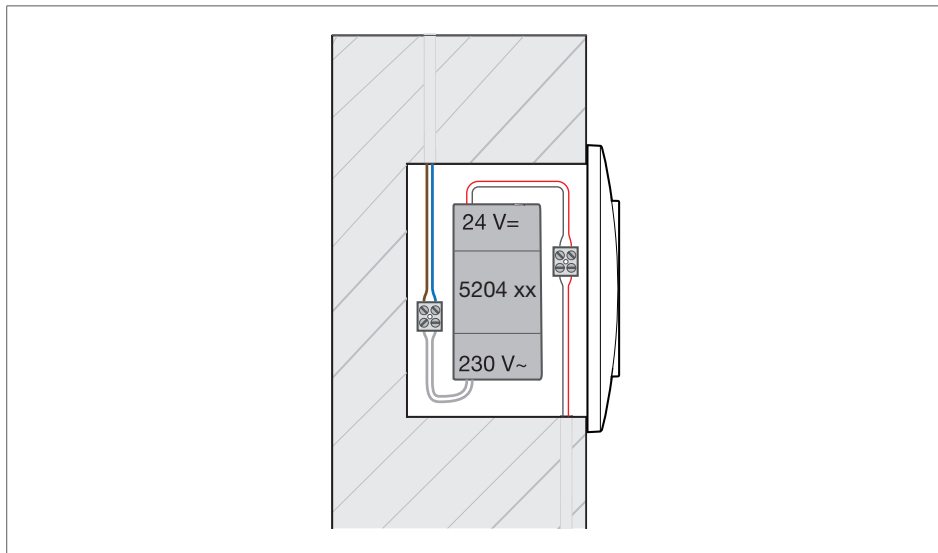

Bild 16: Isolering 230 V~ och 24 V= med strömförsörjning
- Installera strömförsörjningen i apparatdosan så att anslutningen för 230 V-ledningen förblir avskild från 24 V-ledningen. Använd strömförsörjningen för att isolera (bild 16).